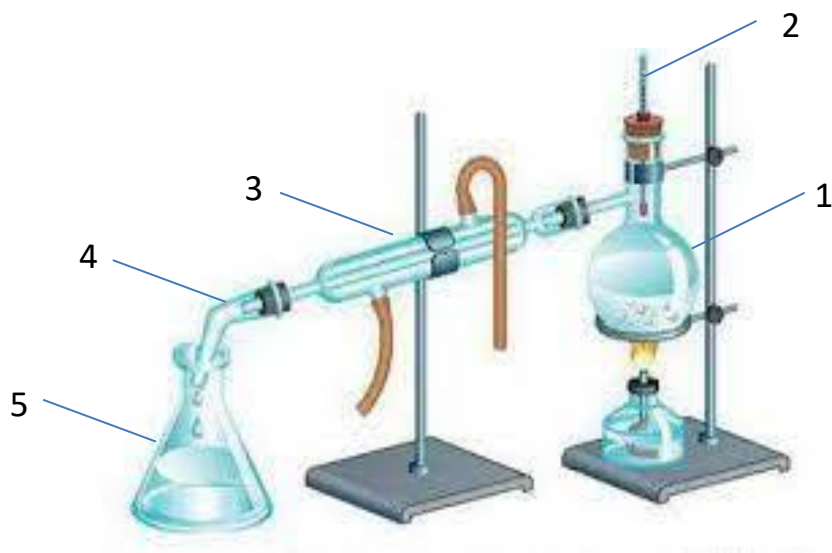

Рисунок 4 – Прилад для дистиляції:
1.4. Зберіть прилад для дистиляції (рис. 4).